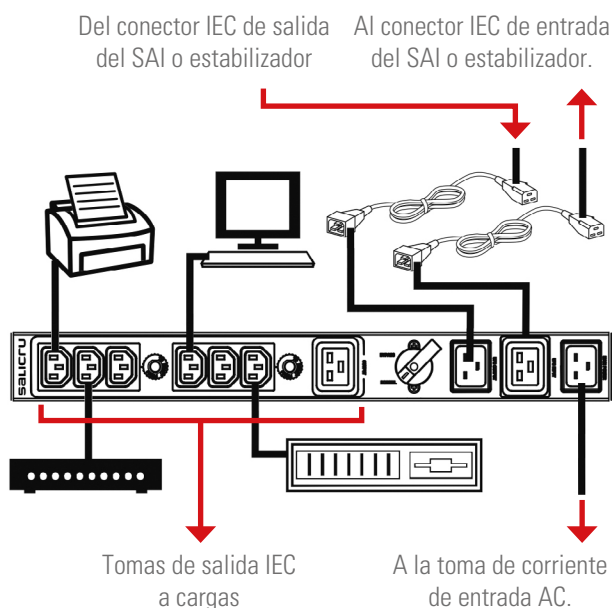

Fig. 7. Ejemplo conexionado bypass manual de 3 kVA.
- En las ilustraciones de las Fig. 7 y/o 8 se puede ver gráficamente como conectar el bypass manual con un SAI o estabilizador y cargas, dependiendo de su potencia.